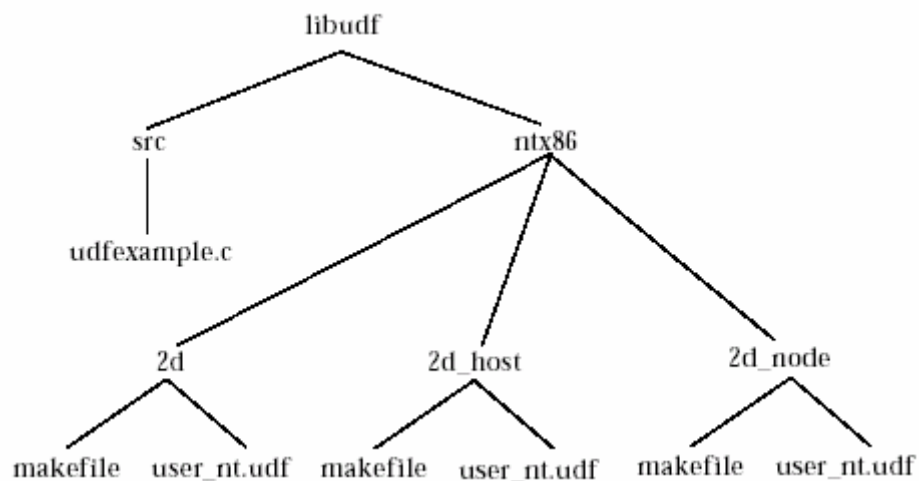

图7.3.2 为编译好的UDF建立库目录的样本（Windows）
为了建立共享库所要求的目录结构，需要按照上面所讲的操作步骤进行。通过下面的例子来介绍目录结构的建立，如图7.3.2所示。
需要注意的是在图7.3.2所示的目录结构为FLUENT的两种版本：二维单精度串型和二维单精度并行。
！ 对于并行的版本来说，一定要复制这两个文件到主机和节点目录，即如图7.3.2所示的2d_node and 2d_host目录。
- VERSION =所用版本，即如图7.3.2所示2d，3d，2ddp，3ddp，2d host，2d node，3d host，3d node，2ddp host，2ddp node，3ddp host，或3ddp node。